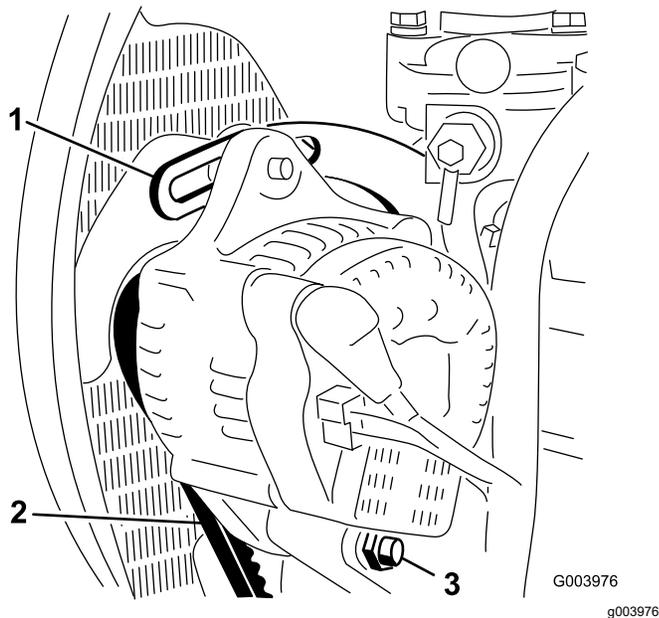

图 110
3. 检查交流发电机皮带张紧力的方法使用 10kg 的力按压交流发电机和曲轴箱皮带轮之间的皮带 图 110 中间位置。
4. 松开将交流发电机固定到支架的螺栓和交流发电机枢轴螺栓 图 110。